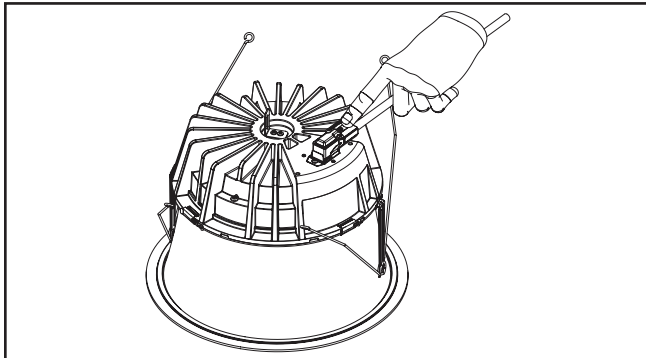

Figure 39.
7. Assurez-vous que le connecteur est correctement enclenché. (Figure 39).